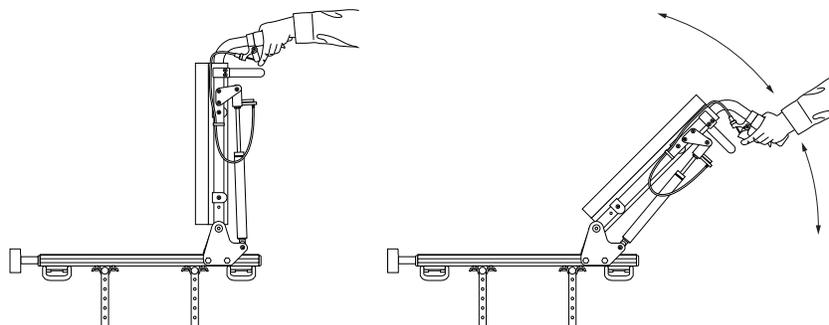

Figura 14. Regolazione dell'inclinazione
2. Tirare simultaneamente le due leve di sblocco del meccanismo di inclinazione, e sistemare lo schienale all'inclinazione desiderata. Si veda figura 14.